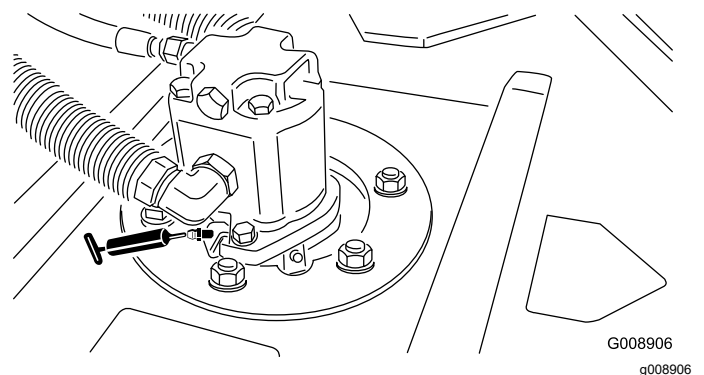

Figura 36
- Cojinetes de los ejes de las unidades de corte (2 por unidad de corte) – Figura 36